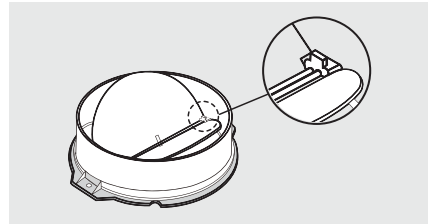

Figura 5.
4. Si la campana va a ser utilizada en modo extractor, instale las dos solapas anti retorno en la salida de aire de la campana para evitar que insectos o cuerpos extraños ingresen al sistema funcional de la campana. (Ver Figura 5).